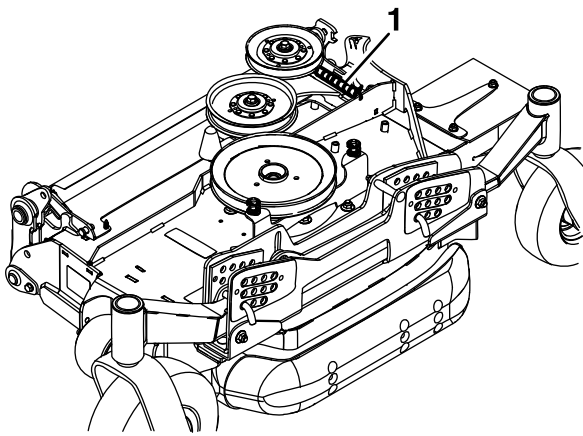

Figure 88
23. Pour faciliter l'installation des tabliers latéraux, décrochez avec précaution l'extrémité exposée du ressort qui exerce une pression sur l'arrière du capot du tablier latéral (Figure 88).